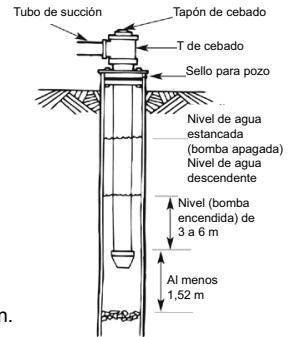

Figura 5A - Instalación para el pozo excavado/entubado
5. Al usar la válvula de pie, se recomienda el uso de una T y un tapón de cebado como se muestra en la Figura 5A.